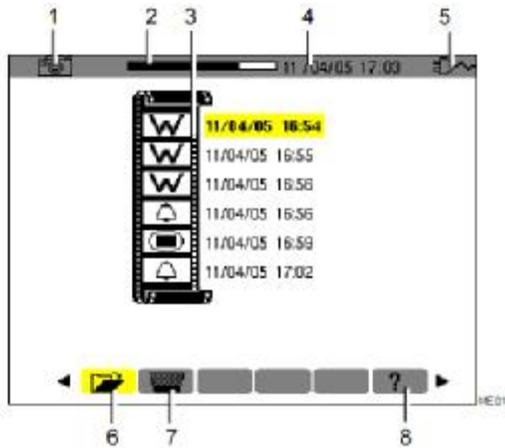

Figure 42: Example of display of a list of screen grabs.
1. 屏幕显示快照列表后 (如图 42 图例所示)，按  黄色按键。